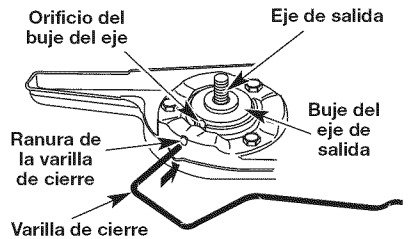

Fig. 8
1. Alinee el orificio del buje del eje con la ranura de la varilla de cierre e inserte la varilla de cierre en el orificio del buje (Fig. 8).
3. Alinee el orificio del buje del eje con la ranura de la varilla de cierre e inserte la varilla de cierre en el orificio del buje (Fig. 8).